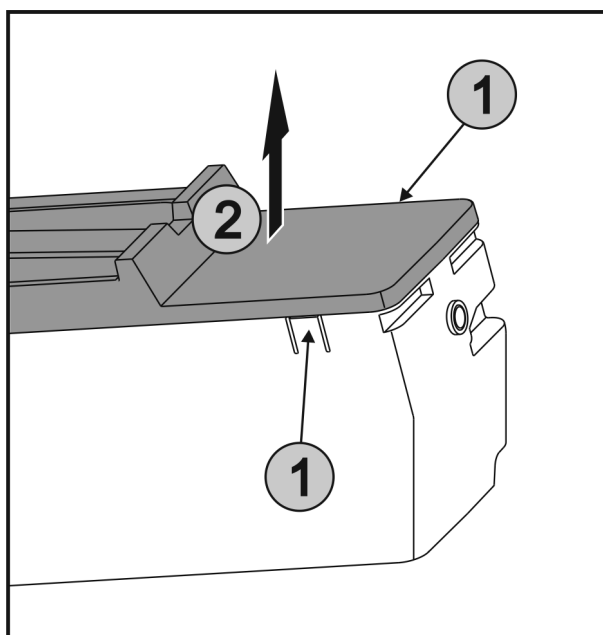

Fig. 40
- ▶ Wcisnąć jednocześnie nakładki Fig. 40 (1) znajdujące się po obu stronach EasyTwist-Ice, a pokrywę zdjąć podnosząc Fig. 40 (2) do góry.